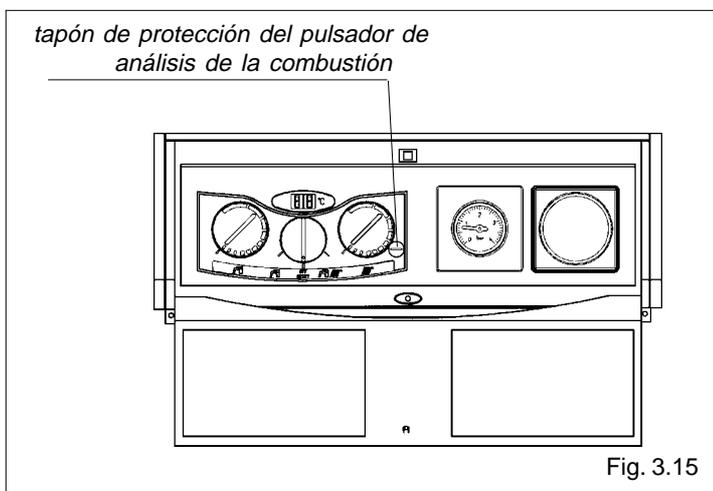

Fig. 3.15
- desenroscar el tapón de protección del pulsador de análisis de la combustión (fig. 3.15)